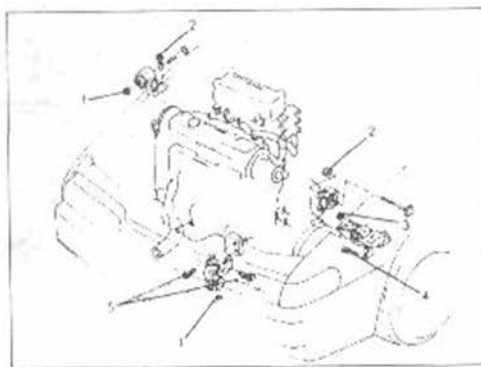

Рис. 12.
- Автомобиль спереди поставить на козлы и отвинтить переднее колесо (24).
- Наконечник поперечной рулевой тяги (25) отделить от рычага поворотного кулачка.
- Стабилизатор поперечной устойчивости (26) отделить от подвески переднего колеса.
- Чтобы предотвратить повреждение манжет приводного вала, их нужно обмотать чистой тряпкой. После этого оба приводных вала (28) снять с коробки передач, как это описано в соответствующей главе.
- Шток вилки переключения передач (29) и удлинительную систему тяг и рычагов (30) при снятой ступенчатой коробке передач отвинтить со стороны передачи.
- Отделить трубку выпуска отработанных газов (31) от патрубка.
- Двигатель с помощью подъемника приподнять в моторном отсеке. После этого отвинтить подвеску двигателя (32) от двигателя и коробки передач.
- Подвески двигателя монтировать в соответствии с рис. 12 и запускать с соответствующим начальным пусковым моментом.